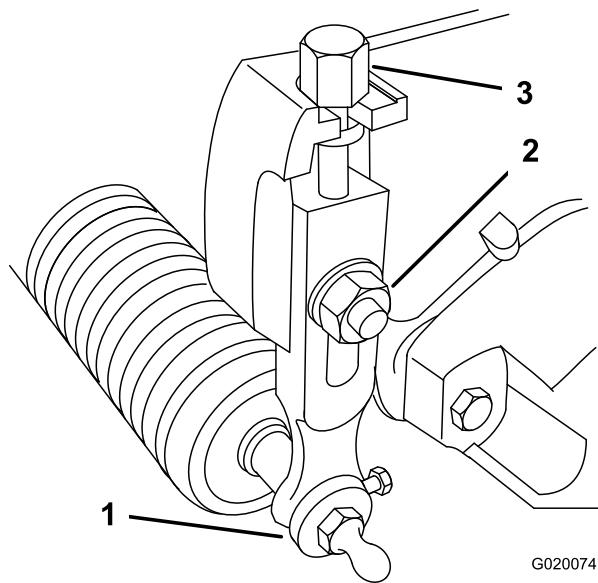

Figura 14
- Allentate i dadi di bloccaggio che fissano i bracci di regolazione dell'altezza di taglio sulle piastre laterali dell'apparato di taglio (Figura 14).